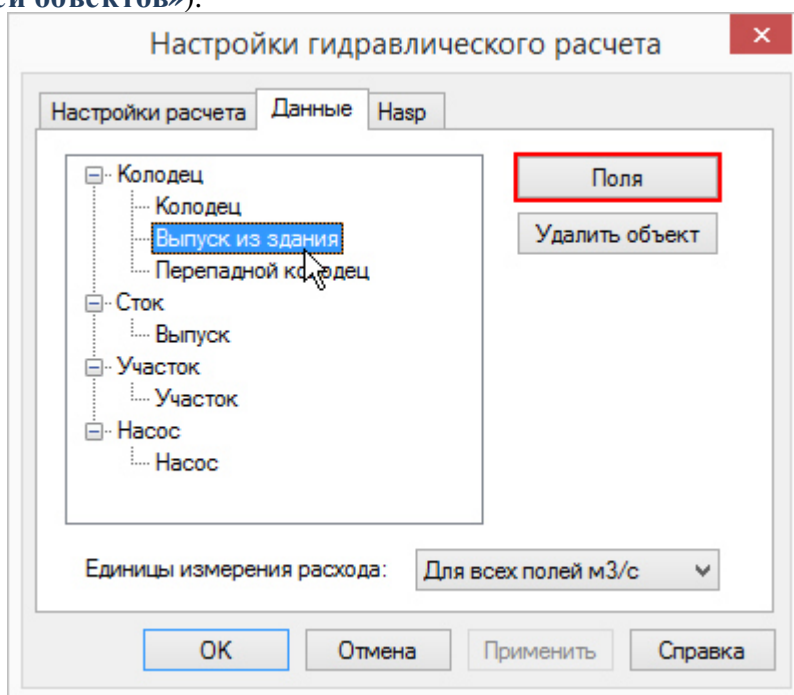

Рисунок 57. Настройка полей объектов
2. Отметьте тип объекта, для которого будет проводиться настройка полей. (**Рисунок 57, «Настройка полей объектов»**).